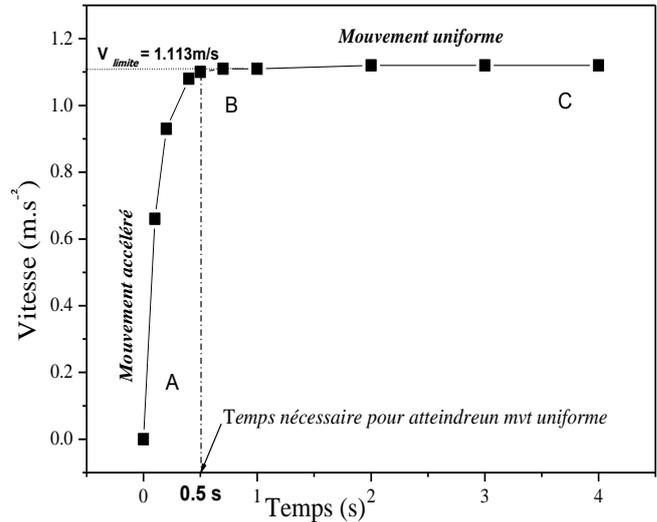

Fig.2 -  $v = f(t)$  : Cas de la glycérine pure
**Application :** L'équation (5) s'écrit, dans le cas de **la glycérine** pure ( $\eta = 1.5 Pa.s$ ) : (fig.2)
Le tracé du graphe (équation 6) est représenté sur la figure 2